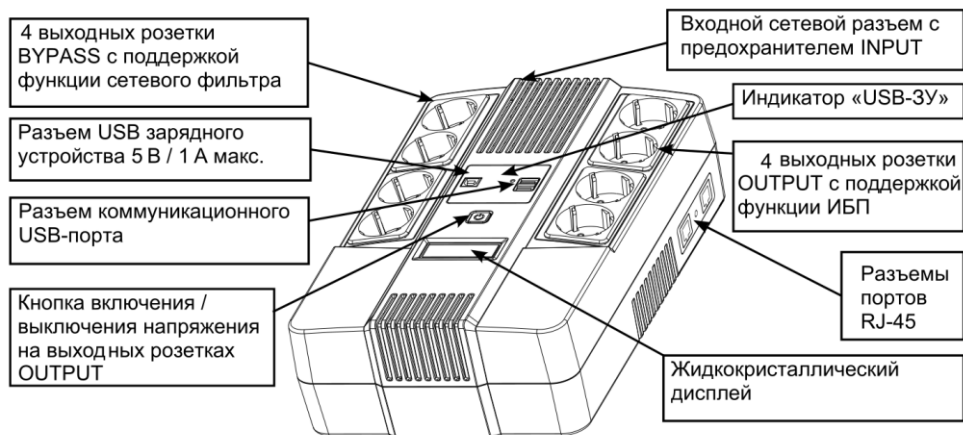

Рисунок 1 — Общий вид изделия спереди
- возможность оперативного выключения/включения напряжения на выходах с функцией ИБП кнопкой, размещённой на передней панели (см. рисунок 1);
Универсальное исполнение корпуса предусматривает возможность размещения изделия как на горизонтальной, так и на вертикальной поверхности (настенный монтаж, см. рисунок 1).
Источник имеет (см. рисунок 1):
После подключения изделия к источнику сетевого напряжения (см. раздел УСТАНОВКА И ПОДКЛЮЧЕНИЕ) включается индикатор «USB-3У» (см. рисунок 1), на выходных розетках BYPASS (с функцией сетевого фильтра) появляется выходное напряжение, изделие осуществляет заряд встроенной АКБ, зарядное устройство USB активно.
Включение ИБП осуществляется кнопкой  (см. рисунок 1). После включения, в течение некоторого времени тестируется состояние входного сетевого напряжения, звучит длинный звуковой сигнал, все индикаторы светятся. Если уровень сетевого напряжения находится в допустимом диапазоне, изделие подаёт выходное напряжение на розетки OUTPUT, символы режима работы от АКБ и режима неисправности гаснут, символ режима работы от сети остаётся включённым. В противном случае ИБП включается в режим питания от АКБ (режим «РЕЗЕРВ»), символ режима работы от сети гаснет, а символ режима работы от АКБ остаётся включённым. Зарядное устройство USB остаётся активным.
Подключение изделия следует выполнять при отключённом сетевом напряжении питания в следующей последовательности (см. рисунок 1):